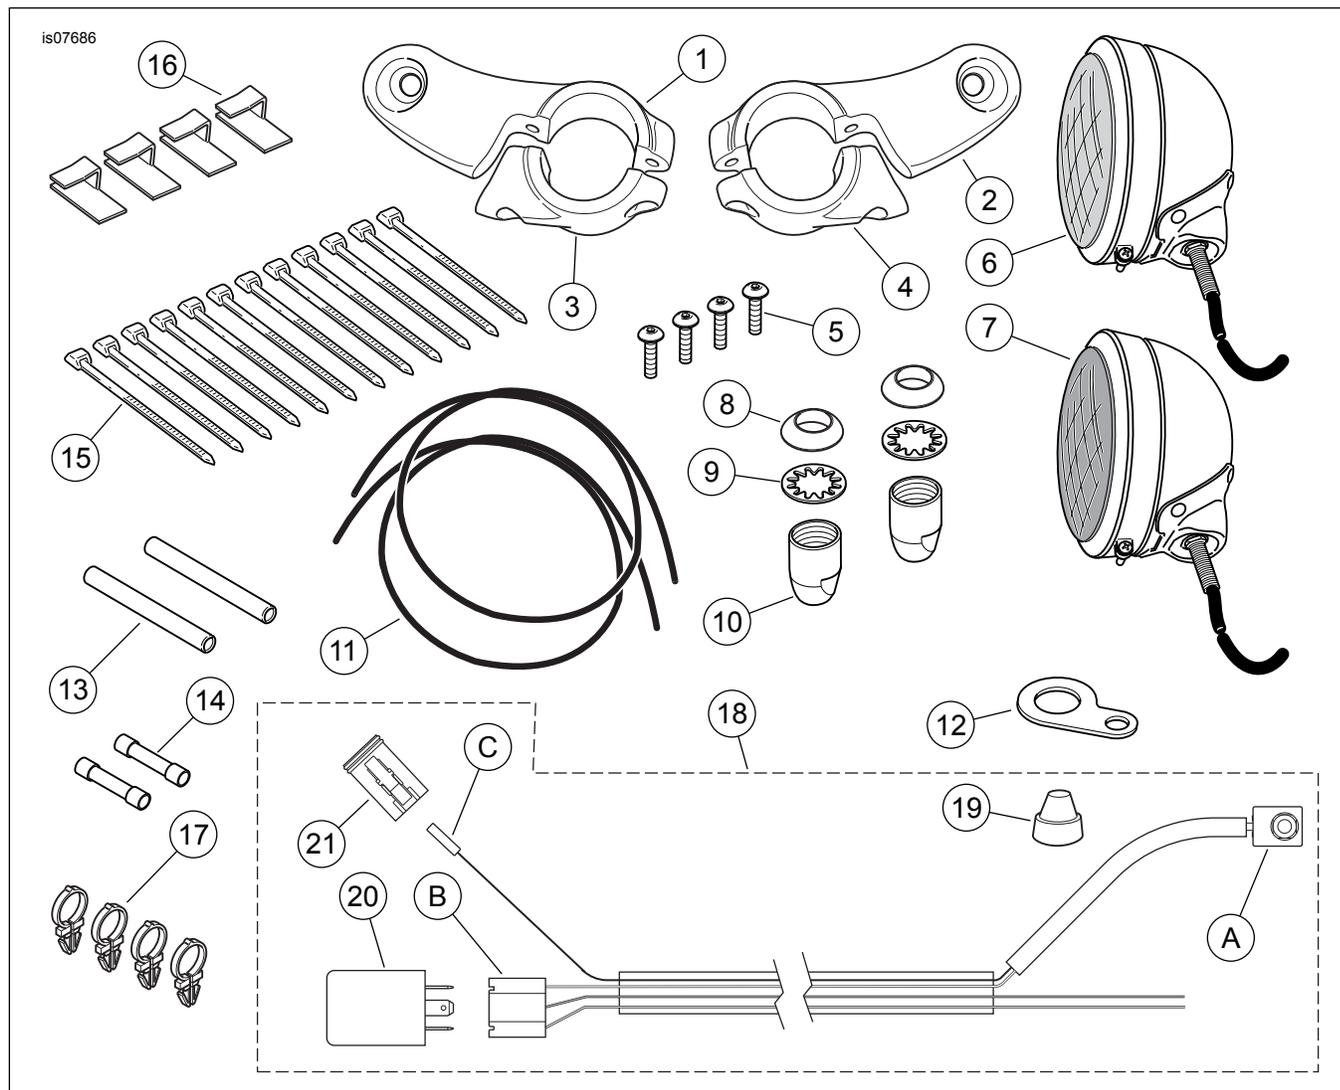

Figura 5. Parti di ricambio, luce di emergenza modelli Police
Vedere Figura 5 e Tabella 1.
5. Vedere Figura 5. Installare il cablaggio (18). Posizionare il lampeggiante (20) nell'apertura sotto il serbatoio del combustibile e far passare il tratto lungo del cablaggio lungo la dorsale del telaio dentro il pannello di plastica per fili elettrici.
11. Fissare il tratto dell'interruttore della luce del cablaggio al manubrio utilizzando i **nuovi** fermi del cablaggio (Figura 5, elemento 17) come necessario. Inserire con uno scatto i fermi nei fori del manubrio.
18. Far scivolare il tubo termoretrattile (1) oltre il giuntaggio. Usare il dispositivo a riscaldamento radiante per riscaldare i connettori a giunto di testa a tenuta (3). Riscaldare dal centro del giuntaggio verso ciascuna estremità, finché il sigillante a fusione non fuoriesca da entrambe le estremità del connettore. Lasciare che il connettore si raffreddi.
19. Far scivolare il tubo termoretrattile (1) sopra il giuntaggio. Usare il dispositivo a riscaldamento radiante per restringere il tubo e incapsulare il connettore a giunto di testa a tenuta. Applicare il calore dal centro del giuntaggio verso ciascuna delle estremità.
20. Vedere Figura 5. Fissare i fili alla piastra inferiore dello sterzo della forcella utilizzando i fermi autoadesivi (16) presi dal kit.